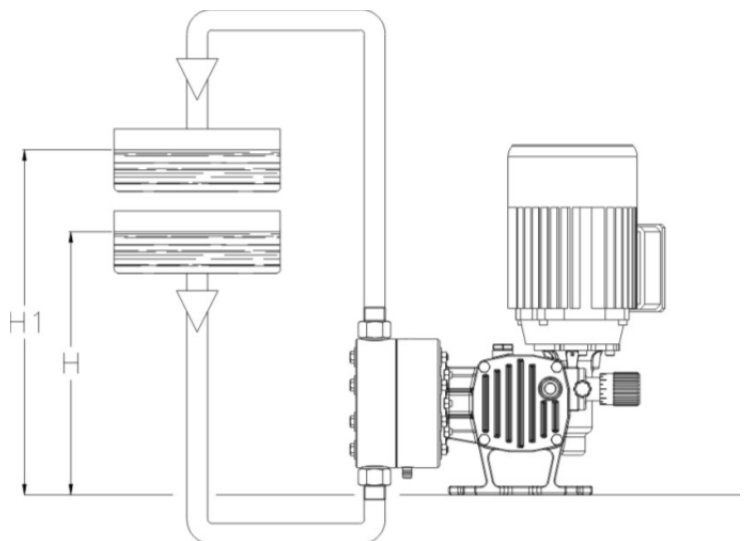

Рис. 6 – ідеальний варіант установки
- Рівень забору реагенту (Н - Рис. 6)
- Рівень скидання реагенту (Н1 - Рис. 6)